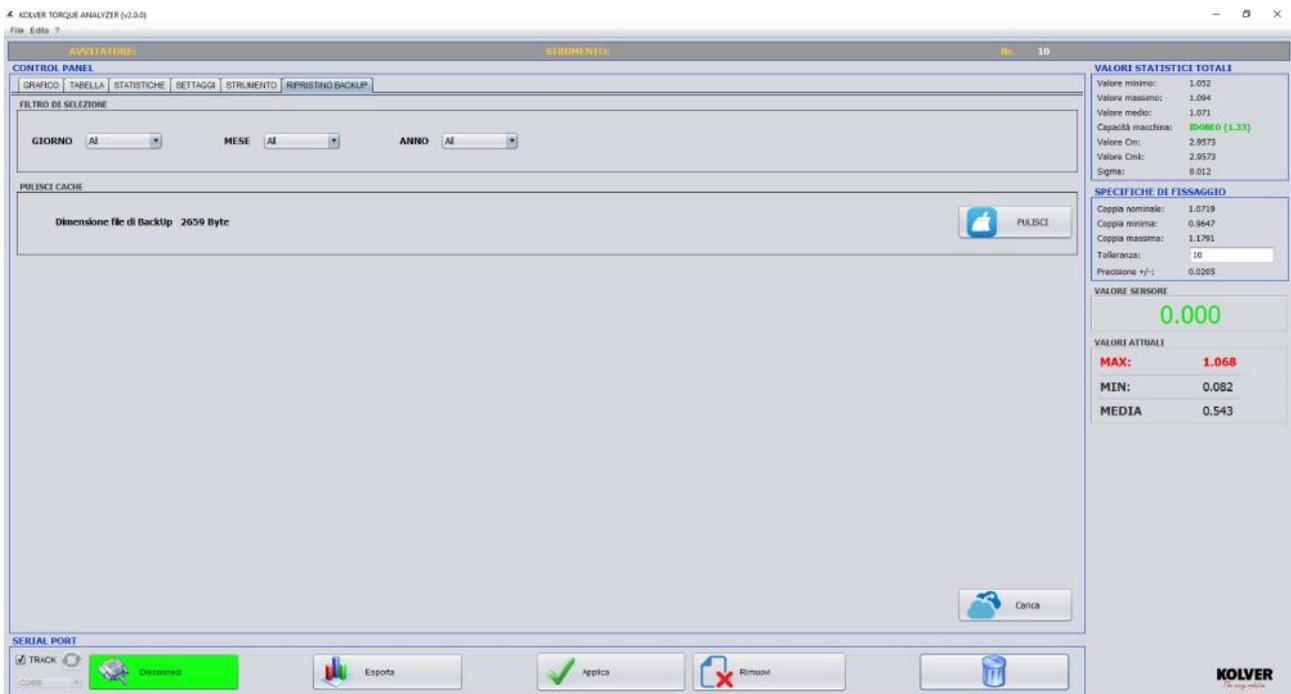

Fig.9 : Sezione "BACKUP".
**F. BACKUP:** Il software salva automaticamente su un file di backup le misurazioni effettuate al fine di poterle recuperare in caso di malfunzionamento. A tal proposito è stata predisposta una sezione per effettuare il ripristino dei dati di backup con la possibilità di filtrarli per giorno, mese ed anno, nonché per data di eliminazione (Fig.9).